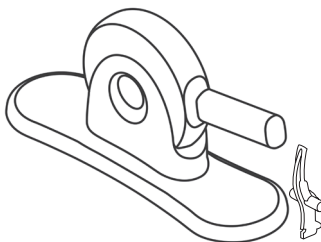

Abbildung 5: Crimper und zweiteiliger Crimp-Stopper
■ Figure 5 : Sertisseur et butée de sertissage en 2 pièces